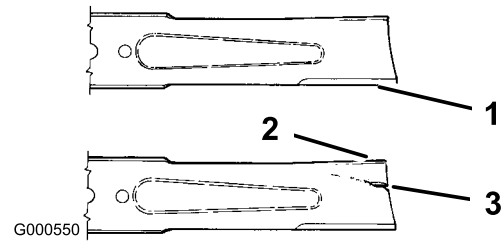

Figura 35
2. Inspeccione los filos de corte (Figura 35). Si los bordes no están afilados o tienen mellas, retire la cuchilla y afílela; consulte Cómo afilar la cuchilla.
3. Inspeccione la cuchilla, especialmente la parte curva (Figura 35). Si observa daños, desgaste o la formación de una ranura en esta zona (Figura 35), instale inmediatamente una cuchilla nueva.